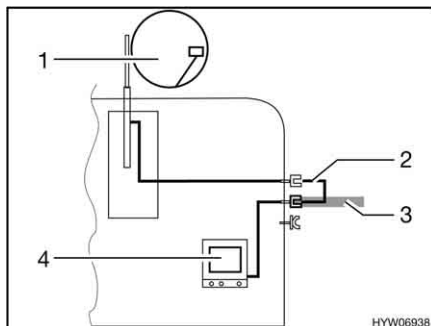

Fig. 149 TV nel veicolo
- TV nel veicolo (Fig. 149,4): Collegamento all'antenna del tetto (Fig. 149,1) con cavo di collegamento (Fig. 149,2)
- TV nel veicolo (Fig. 149,4): Collegamento a antenna esterna (Fig. 149,3)